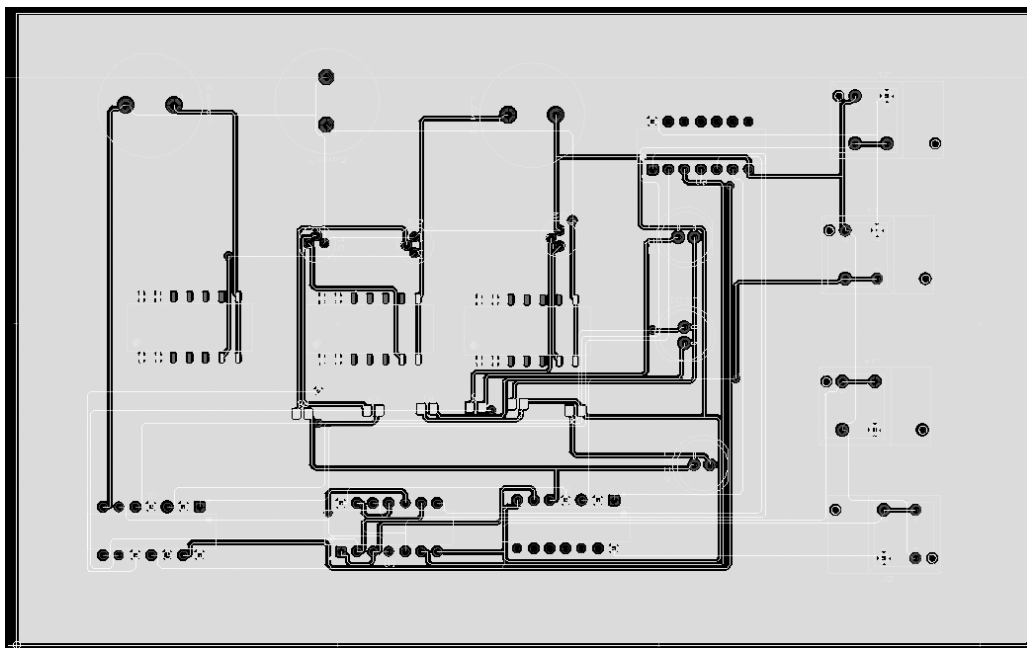

图 12-83 敷铜结果
11) 在“网络”下拉列表中选择敷铜连接到 VCC 网络，单击  按钮，自动以边框为边界，执行敷铜命令，结果如图 12-83 所示。